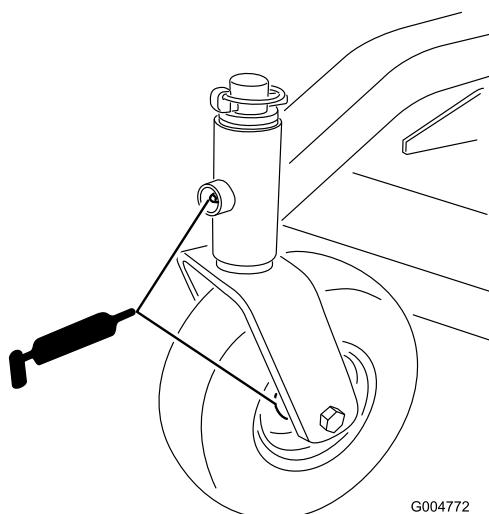

Figura 15
- Casquilhos do eixo da roda frontal (Figura 15)
- Casquilhos da roda giratória frontal e traseira (Figura 15)